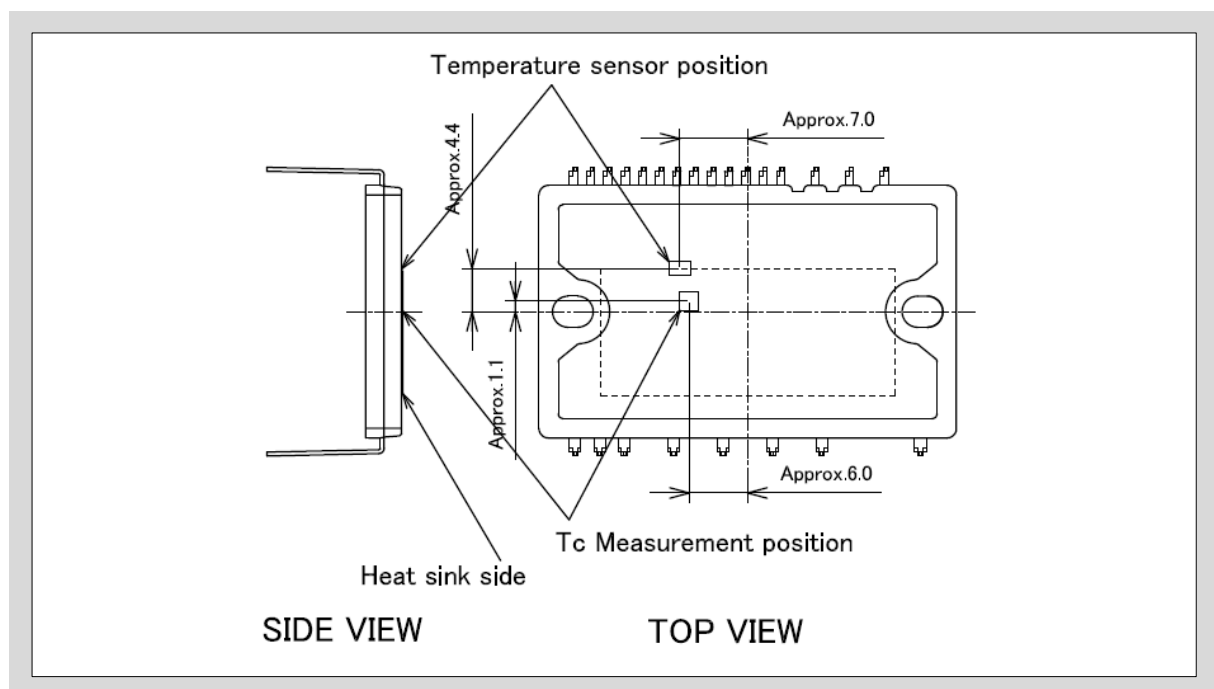

図6-1 温度センサ位置と T_c の測定位置
- ヒートシンクを選定する場合は、図6-1に示す位置で本製品の温度 T_c を直接測定し、素子発生損失と素子熱抵抗からチップ温度 T_{vj} を計算し、絶対最大定格以下となっていることを確認してください。また、本製品は温度センサを内蔵しており、LVICのチップ温度に従って出力されるアナログ電圧にて T_{vj} を確認することができますので、ヒートシンク選定の参考としてください。